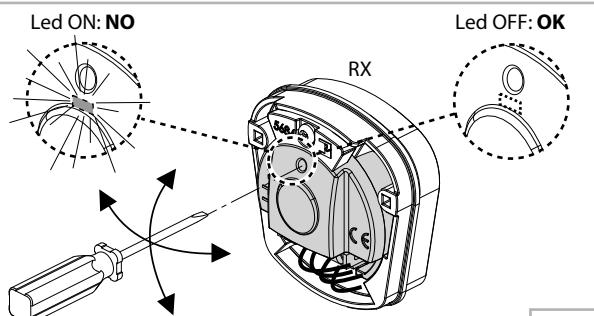

Fig. 8
- Centrado: estando el borne **3** aflojado, alinear las fotocélulas (fig. 8) hasta que el led rojo dentro del receptor RX se apague. A continuación, apretar el tornillo **1** hasta que el borne **3** esté apoyado al cuerpo esférico **4**.
- Centrering: met het losgedaarde klemmetje **3** de fotocellen centreren (fig. 8) totdat de rode lichtdiode in de Ontvanger RX uitgaat. Daarna de schroef **1** aandraaien totdat het klemmetje **3** in het bolle lichaam **4** geplaatst is.